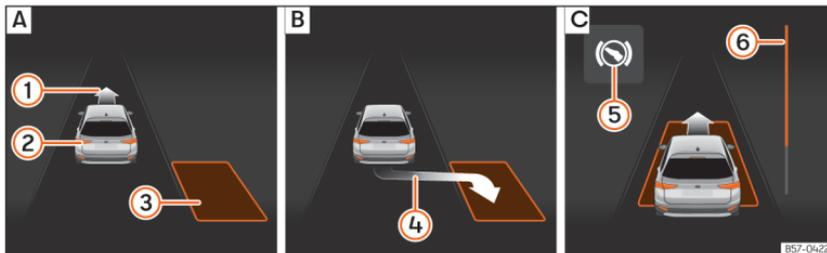
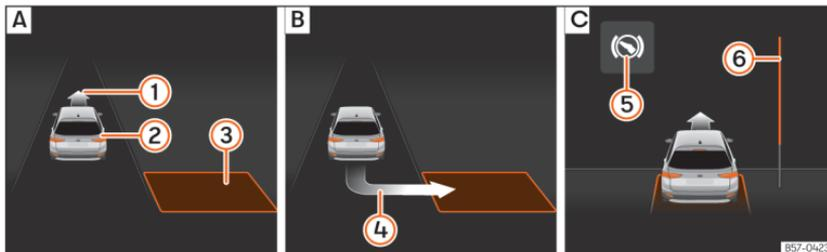

Abb. 164 Am Bildschirm des Kombi-Instruments: längs einparken. **A**: Parklücke suchen. **B**: Position zum Einparken. **C**: Rangieren.
Abb. 165 Am Bildschirm des Kombi-Instruments: quer einparken. **A**: Parklücke suchen. **B**: Position zum Einparken. **C**: Rangieren.
- Prüfen Sie anhand der Anzeige im Bildschirm des Kombi-Instruments, ob die Parklücke als „geeignet“ erkannt wurde und ob die korrekte Position zum Einparken »» (Abb. 164) **B** oder
»» (Abb. 165) **B** erreicht wurde. Die Parklücke wird als „geeignet“ betrachtet, wenn auf dem Bildschirm des Kombi-Instruments die Anzeige zum Einparken erscheint **④**.
- Fahren Sie rückwärts, bis das Dauertonsignal des ParkPilot ertönt; **ODER:** fahren Sie zurück, bis auf dem Bildschirm des Kombi-Instruments die Anzeige für Vorwärtsfahren »» (Abb. 164) [C] oder »» (Abb. 165) [C] erscheint; **ODER:** fahren Sie zurück, bis am Bildschirm des Kombi-Instruments die Meldung **Park Assist beendet** erscheint. Die Fortschrittsanzeige ⑥ zeigt den zurückzulegenden Abstand an.
- Treten Sie auf das Bremspedal, bis die Lenkbewegungen des Parklenkassistenten beendet sind; **ODER:** bis das Symbol (S) am Bildschirm des Kombi-Instruments erlischt.
- Fahren Sie vorwärts, bis das Dauertonsignal des ParkPilot ertönt; **ODER:** fahren Sie vorwärts, bis am Bildschirm des Kombi-Instruments die Anzeige zur Rückwärtsfahrt erscheint. Der Parklenkassistent lenkt das Fahrzeug so lange beim Vorwärts- und Rückwärtsfahren, bis das Fahrzeug gerade in der Parklücke steht »» (Abb. 164) [C] bzw. »» (Abb. 165) [C].
Die Fortschrittsanzeigen »» (Abb. 164) ⑥ und »» (Abb. 165) ⑥ am Bildschirm des Kombi-Instruments zeigt symbolisch die noch zu fahrende relative Fahrstrecke an. Je länger die Distanz ist, desto größer ist der Füllstand des Fortschrittsbalkens. Bei Vorwärtsfahrt nimmt die Füllung des Fortschrittsbalkens nach oben ab und bei Rückwärtsfahrt nimmt die Füllung des Fortschrittsbalkens nach unten ab.